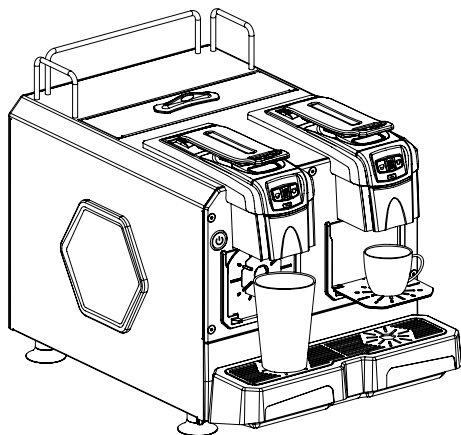

Fig. 1
- Posizionare due contenitori capienti (almeno 150ml) ognuno sotto ad un erogatore, rimuovendo, se necessario, la vasca raccogli gocce (Fig.1).